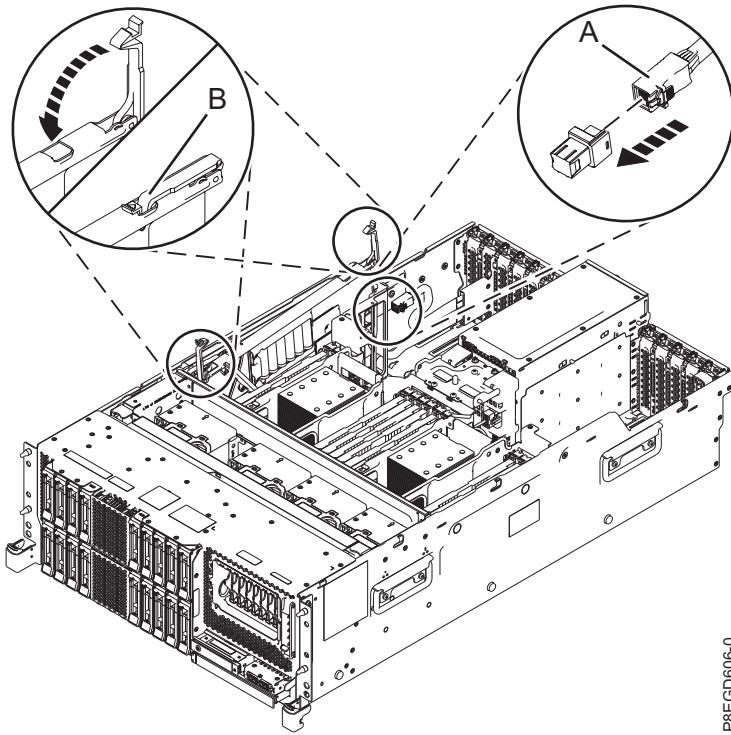

Figura 8. Sustitución del cable SAS posterior en la ubicación de ranura C15
7. Conecte el cable SAS superior de la parte de atrás (A) con el conector posterior del adaptador RAID SAS, como se muestra en Figura 8 en la página 10.
8. Complete la instalación del adaptador interno RAID SAS ajustándolo firmemente. Asegúrese de que el adaptador se ha instalado en el pasador de posicionamiento. Aplique una presión ligera en las asas azules (B) en la dirección que se muestra. Consulte Figura 8 en la página 10.